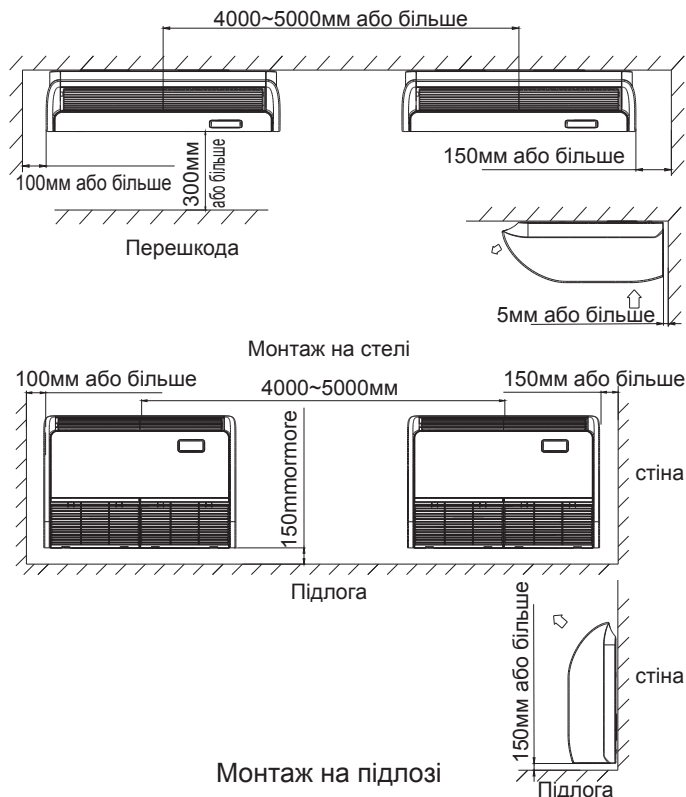

Рис. 3.2.1
- Переконайтесь, що в приміщенні достатньо простору для технічного обслуговування пристрою. (Див. Рис. 3.2.1)